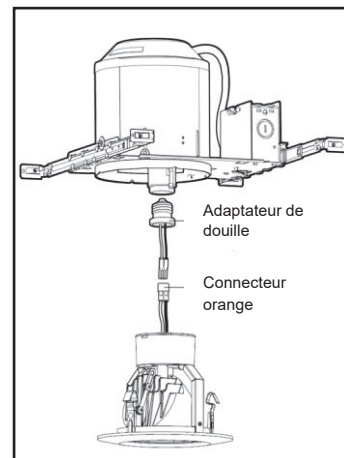

Figure 2
4. Tout en maintenant le module DEL, branchez le connecteur du module dans le connecteur compatible récemment installé dans le boîtier encastré. Poussez les fils et les connecteurs compatibles vers le haut dans le boîtier encastré. **NE LAISSEZ PAS LE MODULE PENDRE SANS SUPPORT PAR LES CONNECTEURS ORANGES.** (Voir figure 2)
1. Retirez la lampe et le réflecteur existants, laissant la douille pendre librement par les fils. (Figure 2)